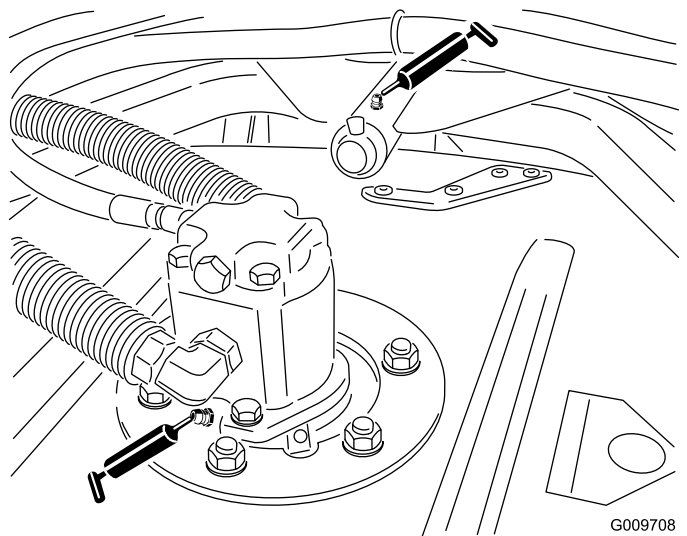

図 52
- カuttingユニットのスピンドルシャフトのベアリングユニット 2 台に 1 ヶ所 図 52。
- カuttingユニットのキャリアアームのブッシュユニット 1 台に 1 ヶ所 図 52。